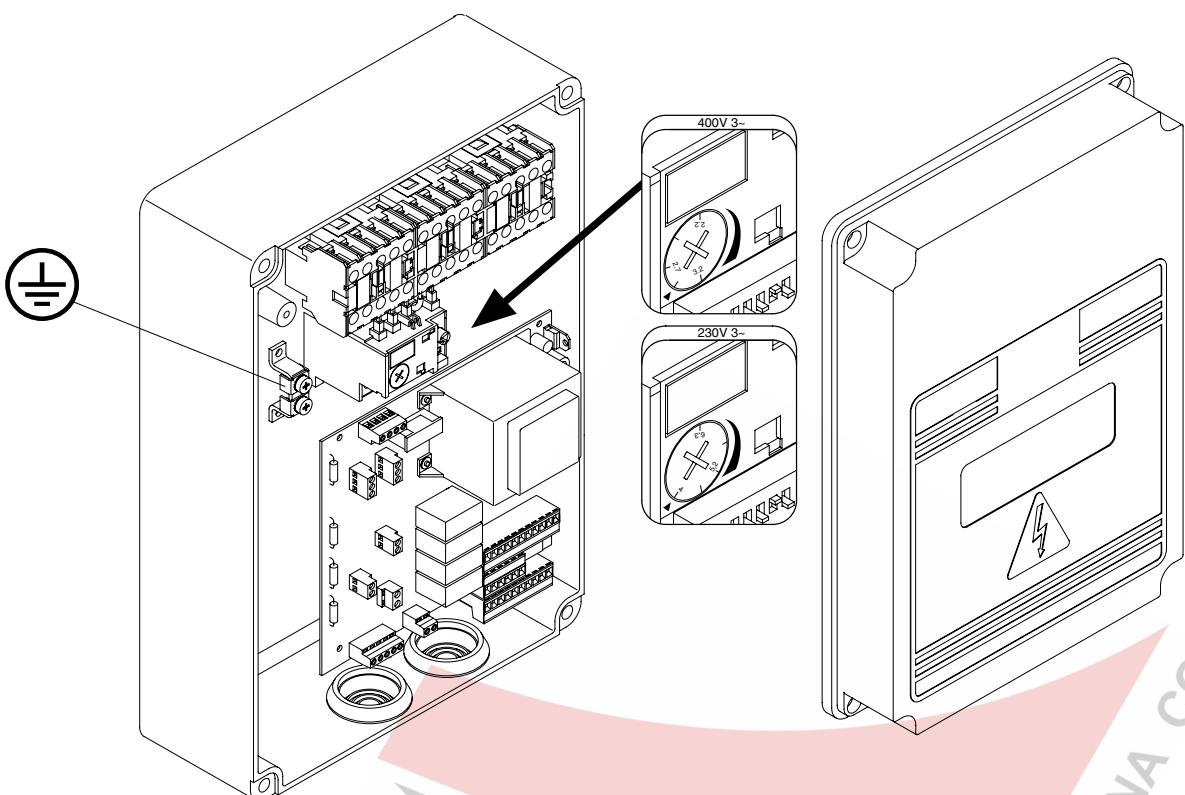

Fig. 23
- Colocar a placa de perigo (fig.23).